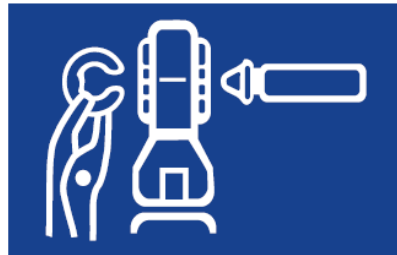

Fig. 5
2. Verwijder de borgclip (Fig. 5).